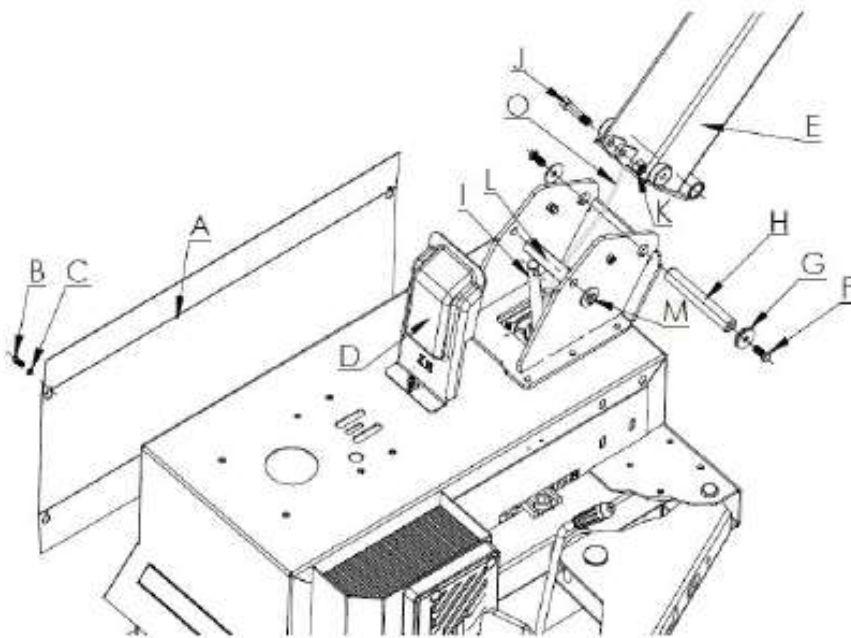

Abb. 7
- Heben Sie die Vierkantsäule E an (wie in Abb.7 dargestellt) und legen Sie die Löcher des Vierkantarms an die Löcher des Gehäuses an. Führen Sie den Achsenbolzen H ein, ziehen Sie die schraube F und Scheibe G fest (Schraube M12x25). Falls die Säule nicht fixiert werden kann, Lösen Sie Schraube M. Nach der Montage der Säule die Schraube M wieder festziehen!